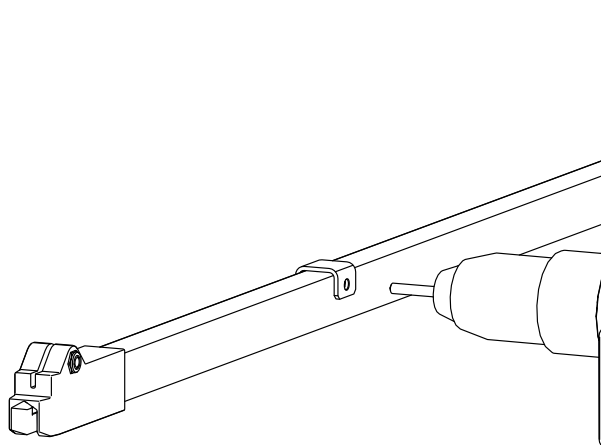
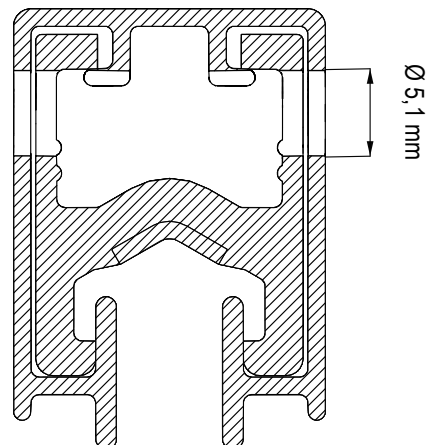

Abb. 20: Durchgangsbohrung bohren
Abb. 21: Durchgangsbohrung für den Bolzen des Fixpunktes
- Mit einem Bohrer $\varnothing 5,1$ mm die Durchgangsbohrung für den Bolzen des Fixpunktes von beiden Seiten bohren (siehe Abb. 20 und Abb. 21).